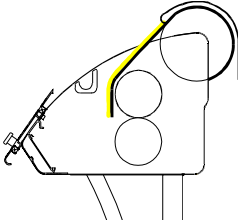

Abbildung 12
- Rollen Sie die Folie der oberen Materialrolle ab, so dass eine ausreichende Länge über die obere Walze hängt (siehe Abb. 12 u. 13). Wenn nötig, lockern Sie die Materialachsenbremse.